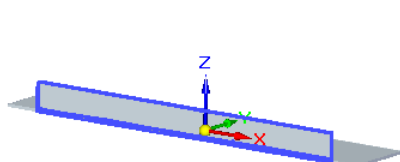
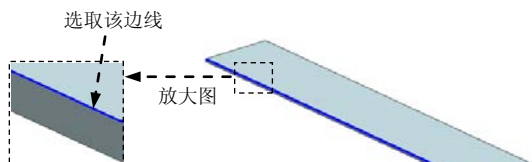
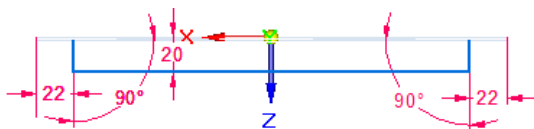

图 8.13.124 弯边特征 1
图 8.13.125 截面草图
图 8.13.126 定义弯边形状
Step3. 创建图 8.13.124 所示的弯边特征 1。
(1) 选择命令。单击“主页”功能选项卡“钣金”工具栏中的“弯边”按钮 。
(2) 定义附着边。选取图 8.13.125 所示的模型边线为附着边。
(3) 定义弯边类型。在命令条中单击“从两端”按钮 ；在 **距离:** 文本框中输入值 20，在 **角度:** 文本框中输入值 90，单击“外部尺寸标注”按钮  和“材料内侧”按钮 ；调整弯边侧方向向上（图 8.13.124）。
(4) 定义弯边属性及参数。单击“弯边选项”按钮 ，取消选中 ☐ **使用默认值*** 复选框，在其 **折弯半径(R)** 文本框输入数值 0.5，单击 **确定** 按钮。
(5) 单击左键，在命令条中单击  按钮，定义弯边特征形状如图 8.13.126 所示。
(6) 单击“关闭草图”按钮 ，单击 **完成** 按钮，完成特征的创建。